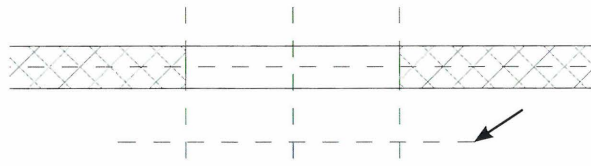

Fig. 08.09. Tegn en vandret Reference Plane på Interior side af væggen.
- Tegn en vandret linie på *Interior* side af væggen (Fig. 08.09).